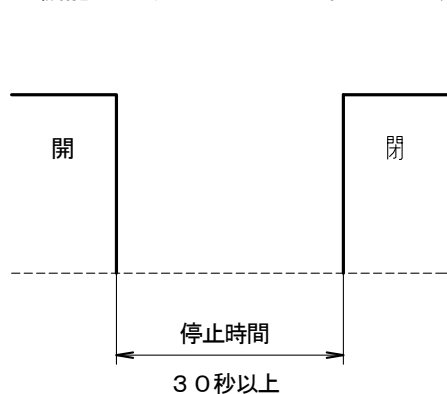
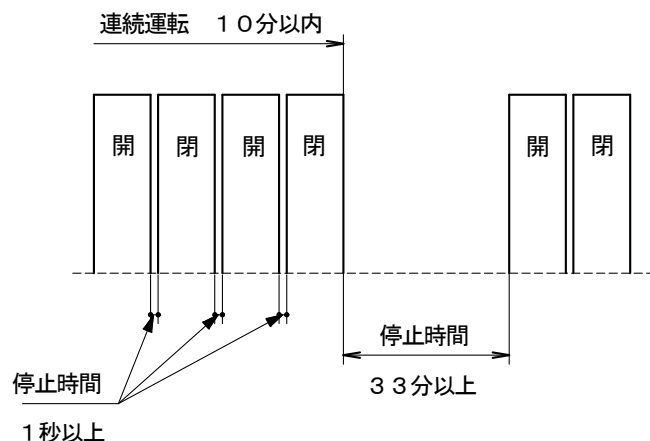

図25.
図26.
- 電動での頻繁な開閉作動は行わないでください。本製品の定格時間は「30%ED 連続稼働時間 10分まで」となりますので、開作動と閉作動での動作間の停止時間を30秒以上とするか（図25.）、開作動と閉作動での動作間の停止時間を1秒以上として10分以内の連続動作後、33分の休止時間を設けるようにしてください。（図26.）頻繁な開閉操作を行うと、モータが発熱し保護機能により出力トルクが低下します。